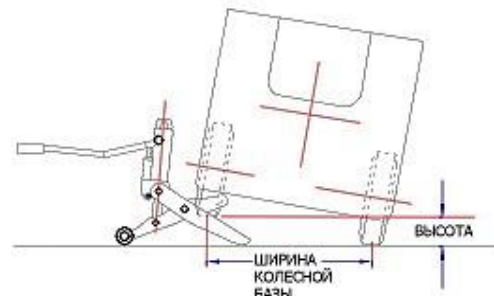

Рисунок 6.
• Будьте предельно внимательны при подъеме узких погрузчиков (ширина менее 1016 мм). Проверяйте, чтобы высота между полом и поднятым колесом не превышала  $\frac{1}{4}$  ширины колесной базы погрузчика. Ширина колесной базы измеряется от центральной линии до центра ширины профиля колес (см. рисунок 6). Если Вы превысите это расстояние, велика вероятность опрокидывания погрузчика.